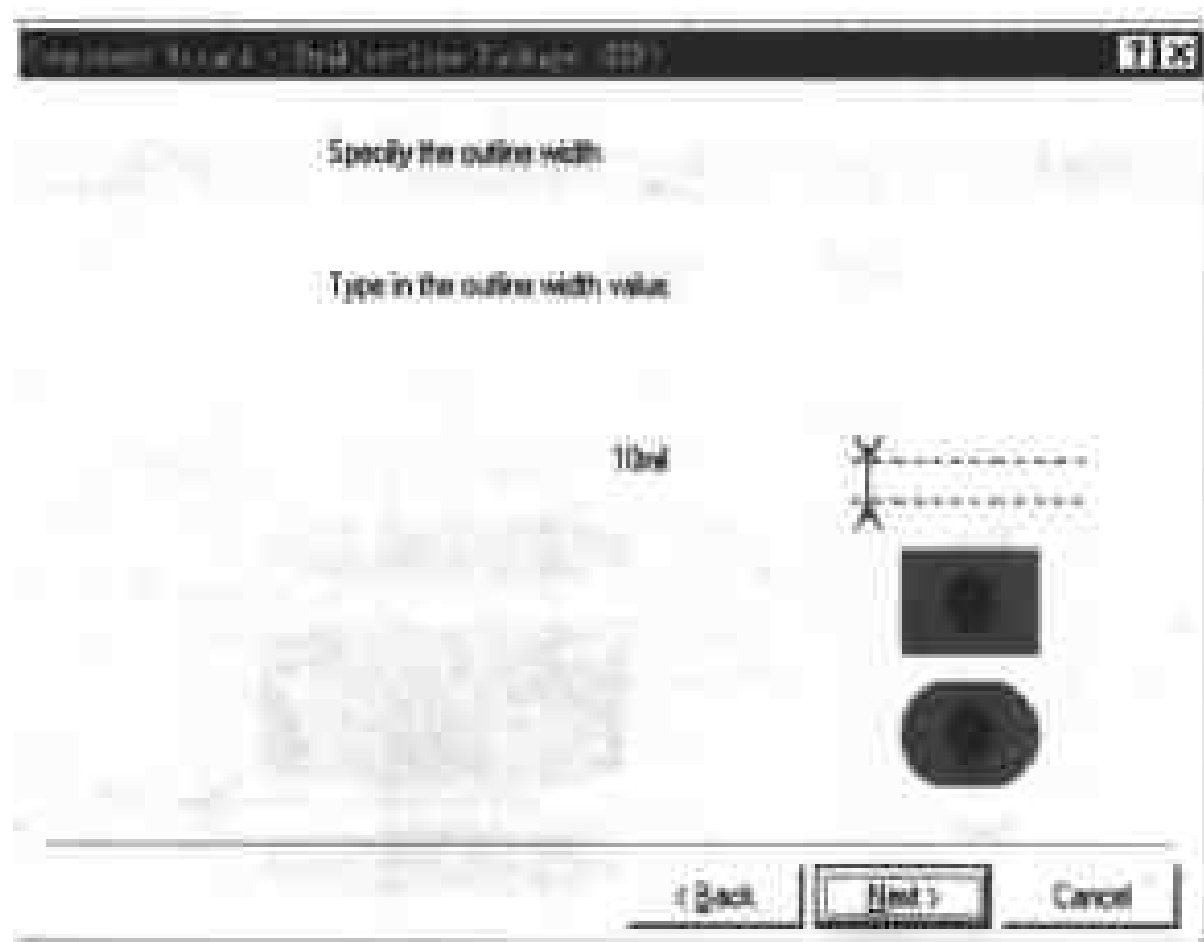

图 7-36 零件封装轮廓线条粗细设置
(5) 用鼠标左键单击“Next”按钮，系统弹出如图 7-36 所示的对话框，进行零件封装轮廓线条粗细设置。方法同“焊盘尺寸设置”。本例中将它设为 10mil。